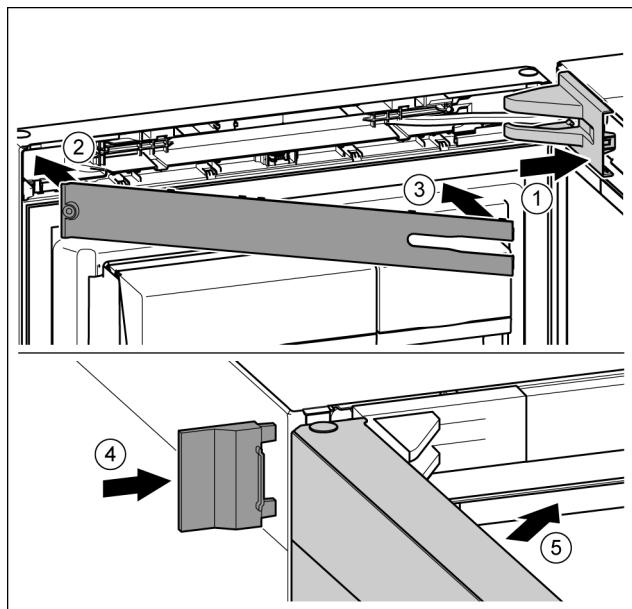

Fig. 23
- Lagerbockabdeckung aufsetzen und einrasten, ggf. vorsichtig auseinanderdrücken. *Fig. 23 (1)*
- Blende aufsetzen. *Fig. 23 (2)*
- Blende einschwenken und einrasten. *Fig. 23 (3)*
- Äußere Abdeckung aufschieben. *Fig. 23 (4)*
- Obere Tür schließen. *Fig. 23 (5)*